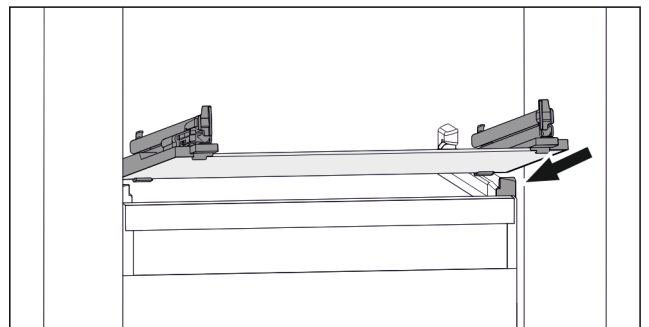

Fig. 49 Beispielhafte Darstellung der Glasplatte
- ▶ Glasplatte schräg hinter den Stopperrahmen aufsetzen. (siehe Fig. 49)